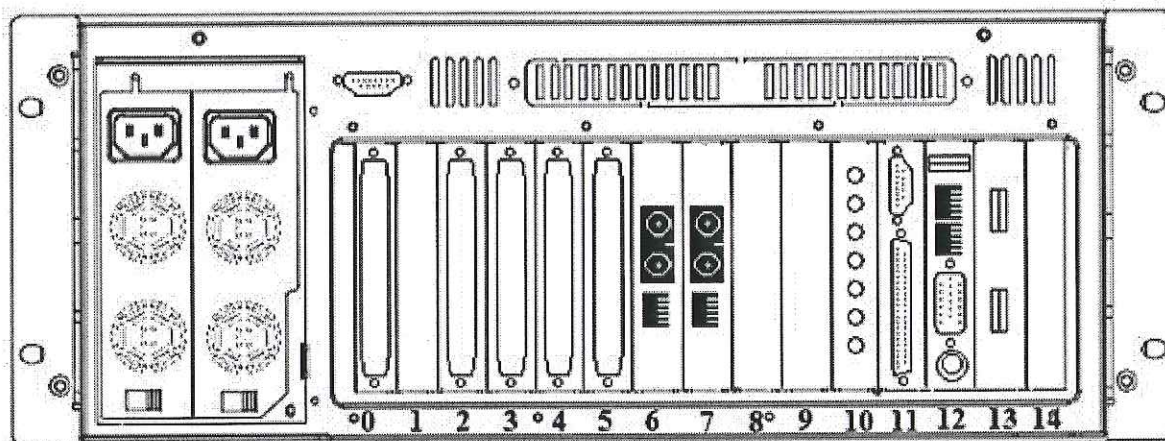

Рисунок 3 - Задняя панель системного блока.
5.3.4.8 На задней панели системного блока (см. рисунок 3) расположены следующие элементы: